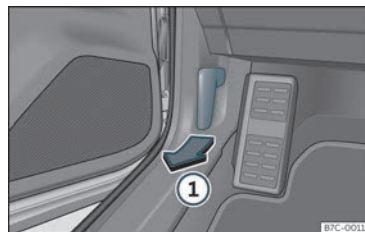

Fig. 255 Palanca de desbloqueig a l'espai reposapeus del conductor.
- Obriu la porta i estireu la palanca que hi ha sota del tauler d'instruments »» **fig. 255 ①**.